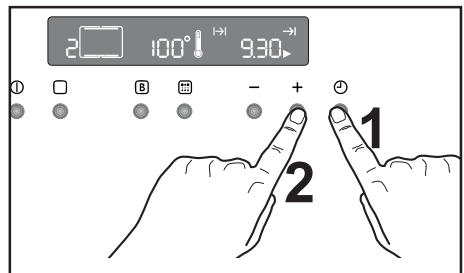

Abb. 11
- 2) Drücken Sie die Taste , bis die Funktion für das Ende der Garzeit  ausgewählt ist und das entsprechende Symbol blinkt. Auf der Bedienblende wird das Ende der Garzeit (aktuelle Uhrzeit plus angegebene Gardauer) angezeigt - (Abb. 11).